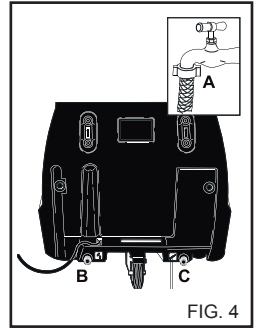
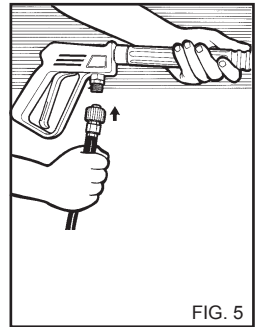

FIG. 4
FIG. 5
Присоедините один конец шланга пода воды (рис. 4А) к системе водоснабжения и другой конец к входному патрубку моечной установки (рис. 4В).
Присоедините один конец шланга высокого давления к выходному патрубку моечной установки (рис. 4С) и другой конец к пистолету (рис. 5).
- 1) Откройте кран подачи воды (рис. 4А).
- 5) Отключите моечную установку от сети электропитания через омниполярный выключатель или вынув штепсельную вилку из розетки. (рис. 4А).